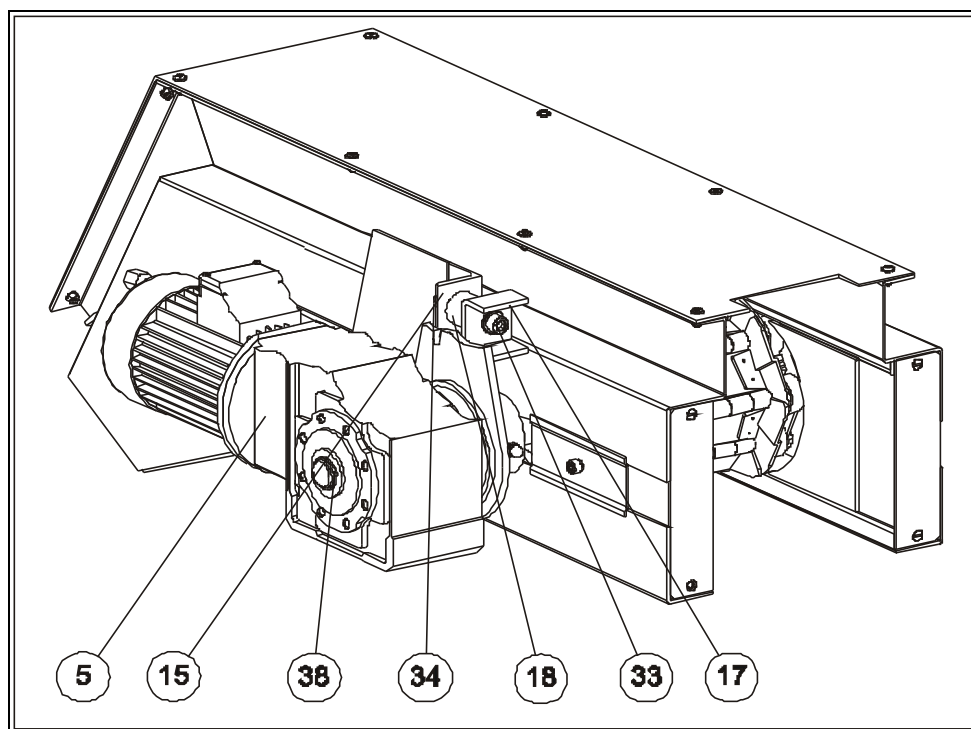

рис.18
**10.5. Обмен редуктора с электродвигателем.****10.5.1. Демонтаж редуктора (рис.18).**
- в) Снимите стопорное кольцо (38).
- г) Открутите гайку (34) , выкрутите винт (33) и вытащите резиновую рессору (18).
- е) Демонтируйте подпорку (17) и подсоедините её к новому редуктору.
**10.5.2. Установка редуктора (рис.18).**
- а) Новый редуктор с электродвигателем наденьте на приводной вал и наденьте стопорное кольцо (38).
- б) Резиновую рессору (18) вложите между опорные площадки подпорки (17) и натяжного механизма (15).
- в) Наденьте винт (33) и дотяните контргайки (34).